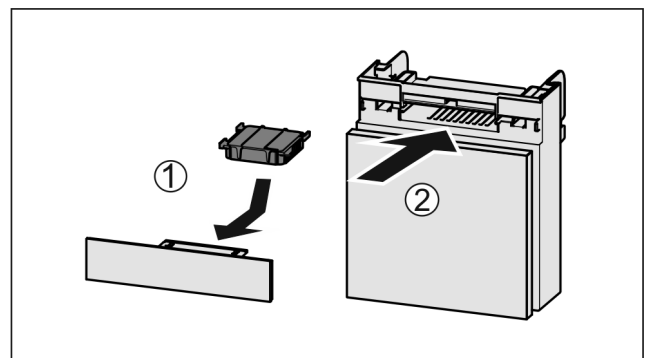

Fig. 63
- Aktivkohlefilter nach Abbildung einsetzen Fig. 63 (1).
- Fach einschieben Fig. 63 (2).